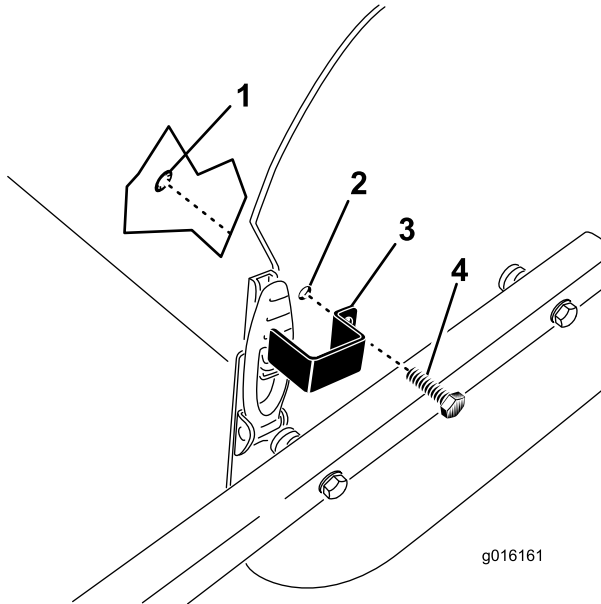

図 33
1. ラッチプレートの取り付け穴をサイドプレートの穴に合わせて、フードラッチへの取り付け位置を決める 図 33。
2. ラッチプレートをサイドプレートに固定するタップボルトとリテーナリングを使用する 図 33。